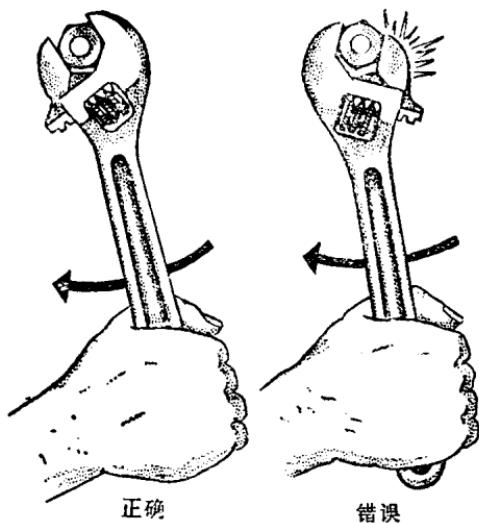

图12 活动扳手的运用
3. 使用活动扳手时，要将活动扳口调整合适，使其套在螺母上不会松动，如松动就会滑出，损坏扳手和螺母，甚至伤人。工作时必须注意拉动方向，应使拉力吃在固定扳口上（如图12），否则扳手易折断或滑出。